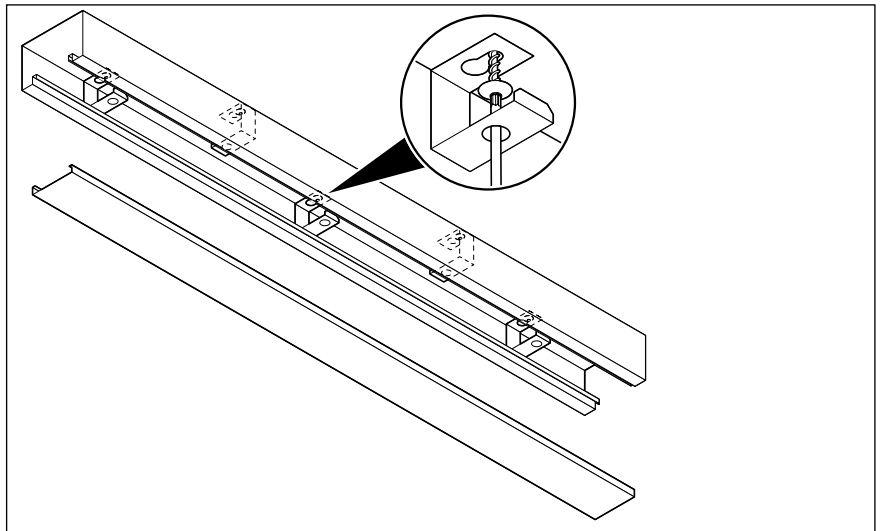

Abb. 16: Kabelbügel bei Deckenmontage einsetzen
- Kanal an den inneren Löchern zusammen mit Kabelbügel für Deckenmontage (BSKM-BD 0711 bzw. BSKM-BD 1025) fixieren (siehe Abb. 16 auf Seite 23).